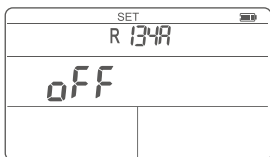

Figura 9 Interface que o desligamento automático não disponível
2. Pressione brevemente o botão  duas vezes para alternar para a configuração de desligamento automático (Figura 9).